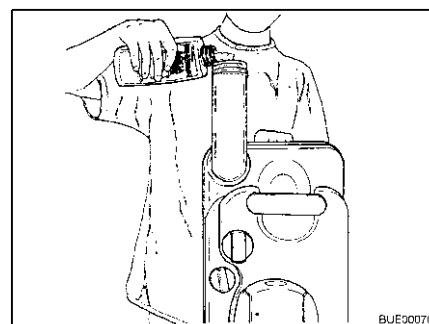

Fig. 161 Rifornimento di liquido sanitario
- Versare la quantità indicata di liquido sanitario nel serbatoio fecale (Fig. 161).